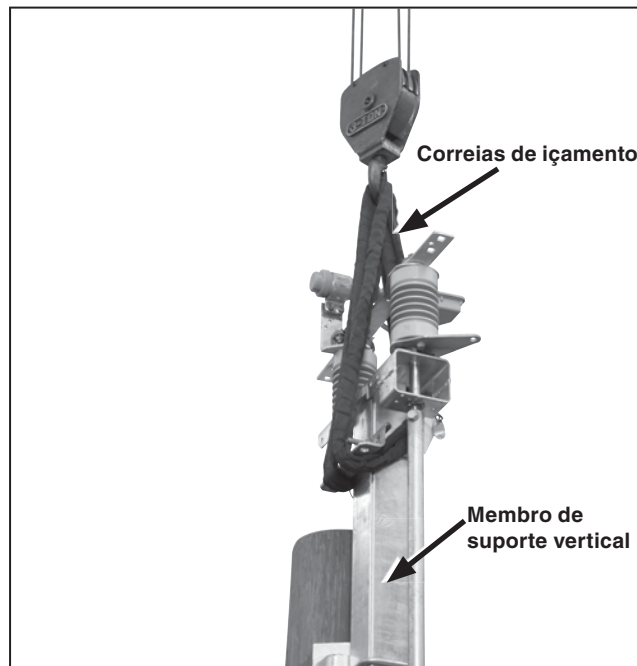

Figura 4. Içamento da Chave Omni-Rupter de configuração de montagem triangular até a posição.
- Levante a chave conforme mostrado na Figura 4 até o início do esticamento das correias de içamento.